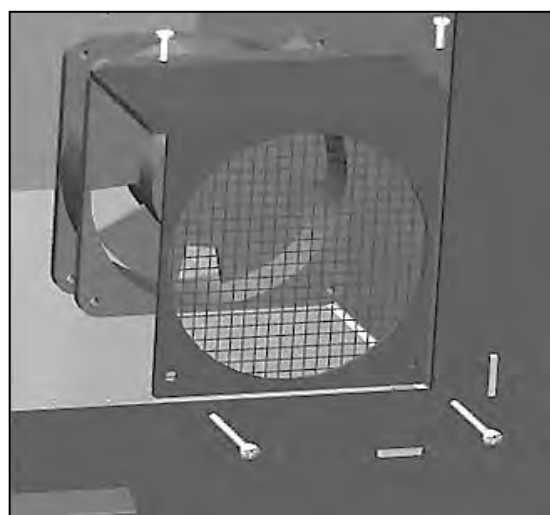

FIG. 6
3. Desconectar los dos terminales faston. A continuación aflojar los dos tornillos que sujetan el ventilador por su parte inferior. (Fig. 6).